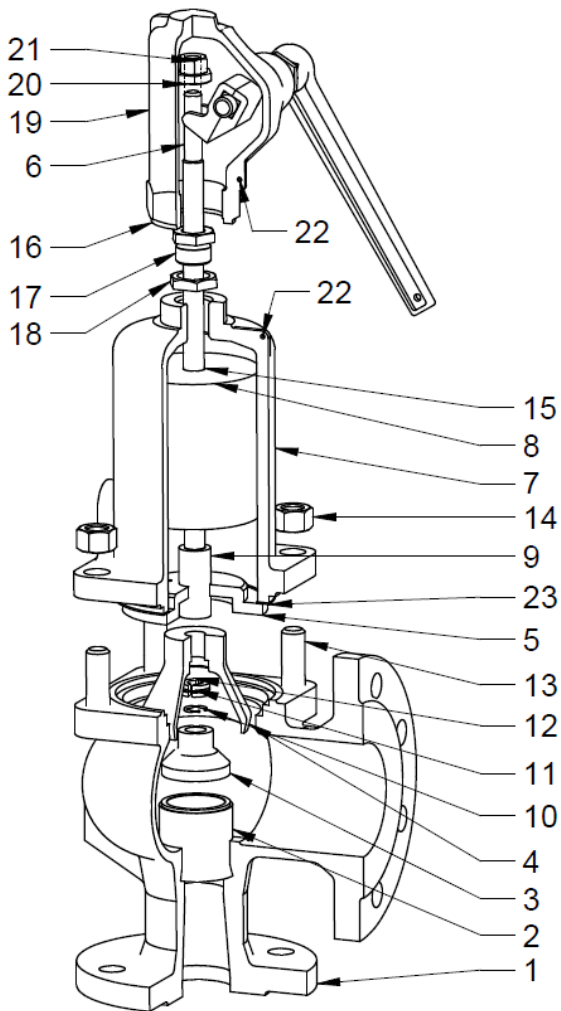

Рисунок 4
**Чтобы заменить прокладку, необходимо снять уплотнитель (22) между крышкой и крышкой, что приведет к потере гарантии. В случае клапанов, на которые распространяется гарантия, эти действия должны производиться изготовителем или назначенным им лицом или учреждением с соответствующей квалификацией.**
1. Снимите уплотнитель между кожухом (19) и крышкой (7).
2. Поднимите ручку до упора в положение «Закрытие» (см. рисунок 4).
3. Открутите кожух (19)
4. Замените прокладку (16) новой
5. Прикрутите кожух (19)
**Чтобы заменить пробку клапана, необходимо снять уплотнитель (22) между крышкой и крышкой, что приведет к потере гарантии. В случае клапанов, на которые распространяется гарантия, эти действия должны производиться изготовителем или назначенным им лицом или учреждением с соответствующей квалификацией.**
4. Ослабьте контргайку (18)
5. Открутите винт (17).
6. Открутите гайки (14), крепящие крышку (7) к корпусу (1). В случае шпилек (13) одинаковой длины гайки (14) следует откручивать равномерно и поочередно. В случае шпилек (13) разной высоты сначала открутите гайки (14) на более коротких шпильках, а затем равномерно и поочередно открутите гайки на более длинных шпильках.
7. Снимите крышку (7), отметив место крепления отверстия для винта в крышке с помощью соответствующего винта.
8. Снимите груз (8) вместе со стопорным кольцом (15)
9. Удерживая шток клапана (6), извлеките всю систему закрытия клапана: вкладыш (5), втулку (9), раструб (4), разъемное кольцо (11) с пружинным кольцом (12), заглушку (3) со стопорным кольцом (10)
- а) Снимите старую пробку (3), сильно потянув, удерживая шток клапана (6).
- б) Установите (если не установлено) новое стопорное кольцо (10) на новую пробку клапана.
- в) Прижмите новую пробку (3) к штоку клапана